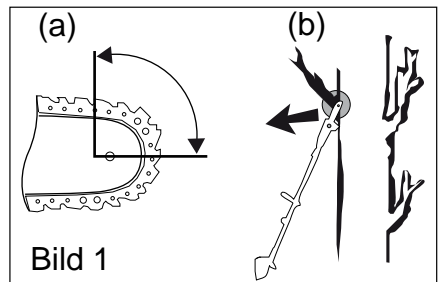

Bild 1
Rückschlag ist die Bezeichnung für ein blitzschnelles Zurückfedern des Hochentasters und des Schwertes von einem Gegenstand. Er tritt auf, wenn der Rückschlagbereich (siehe Bild 1/ Abb.a) an der Spitze des Schwertes einen Gegenstand berührt oder das Holz den Hochentaster im Schnitt einklemmt. Bei einem Rückschlag erhält der Anwender einen kräftigen Stoß vom Hochentaster. Die Folge kann sein, dass er die Kontrolle über den Hochentaster verliert und sich schwer verletzt.
- Sägen Sie nicht mit der Schwertschulter (siehe Bild1/Abb.b). Beugen Sie sich beim Sägen nicht zu weit vor.